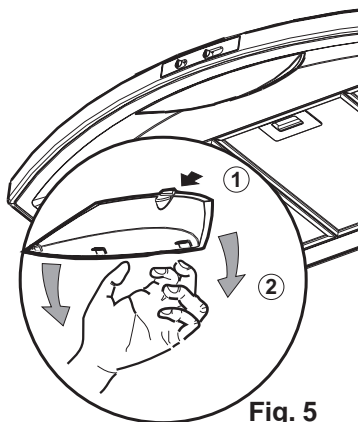

Fig. 5
- Démonter la protection de l'ampoule. **Fig. 5.**